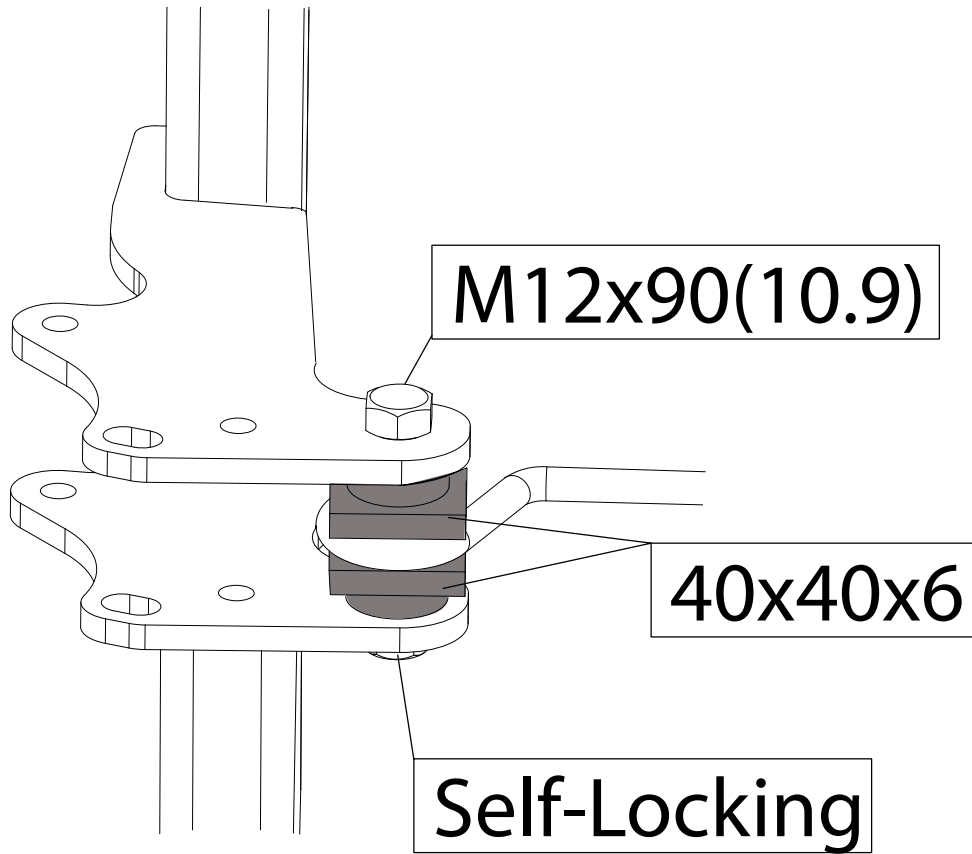

Fig.4
9. Прикрепить поперечный брус Е в середине к буксировочному уху в точках G (рис. 4).